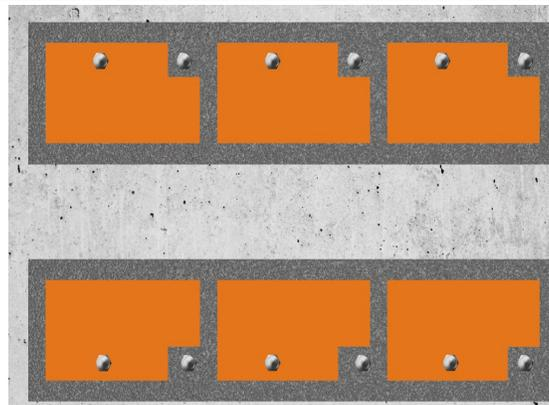

Figura 1: Ejemplo de plano de calces.
- Asegúrese de que dispone de un plano de los calces para la máquina. En dicho plano debe estar indicado dónde se situarán los calces y los pernos dentro de la contención. La Figura 1 muestra un ejemplo de un plano de calces.